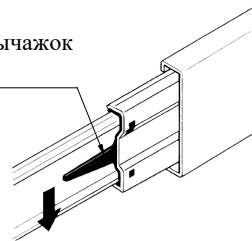
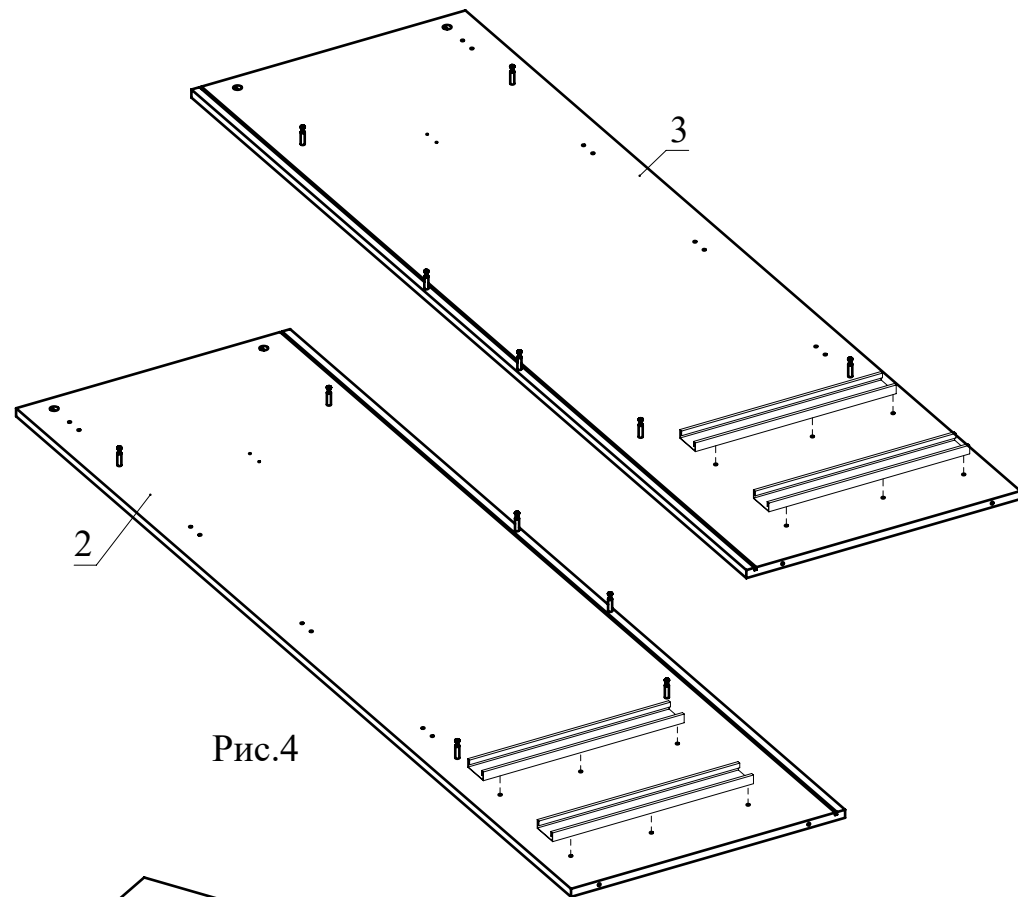

Рис.3
Рис.4
3. Отсоедините от основания телескопических направляющих внутренние планки, отогнув пластиковый рычажок фиксатора (Рис. 3). Основания телескопических направляющих закрепите на деталях 2, 3 винтами М5х8 (Рис. 4). **!!!** Приложите телескопическую часть отверстиями к отверстиям на боковине тумбы так, чтобы они были отцентрованы относительно друг друга. Вкрутите винты М5х8 с помощью шуруповерта, приложив немного усилий. **Внимание:** винт М5х8 должен заходить с натягом для максимально плотной фиксации телескопических направляющих.